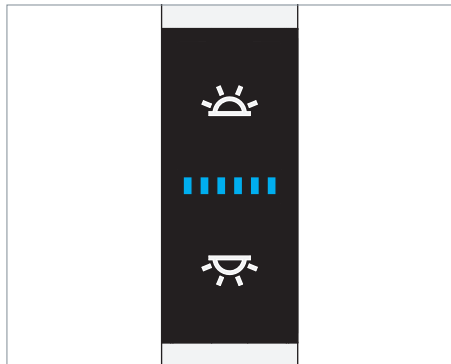

Fig. 11: Elemento di comando.
- ▶ Premere il tasto superiore, vedi Fig. 11.
- ▶ Premere il tasto inferiore, vedi Fig. 11.
- ▶ Premere il tasto inferiore e tenerlo premuto, vedi Fig. 11.
- ▶ Premere il tasto superiore e tenerlo premuto per almeno un secondo, vedi Fig. 11. La luce indiretta viene utilizzata alla massima potenza. Il LED blu nel sensore si accende. VTL è disattivato.
- ▶ Premere il tasto superiore e tenerlo premuto per almeno un secondo o spegnere e accendere di nuovo VTL, vedi Fig. 11. Il LED blu nel sensore non si accende. VTL è attivato. Alla prossima accensione automatica dell'apparecchio, VTL viene acceso.